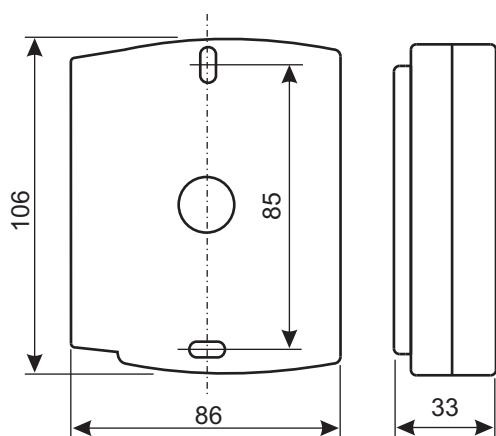

Рис.1
- разметьте и просверлите отверстия для крепления под размер отверстий считывателя (Рис.1);